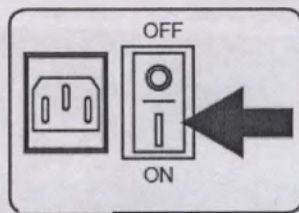

fig.5
1. Установите переключатель «Вкл./Выкл.», расположенный на задней панели прибора, в положение «Вкл.» (On). Активируется дисплей (Рис. 5).